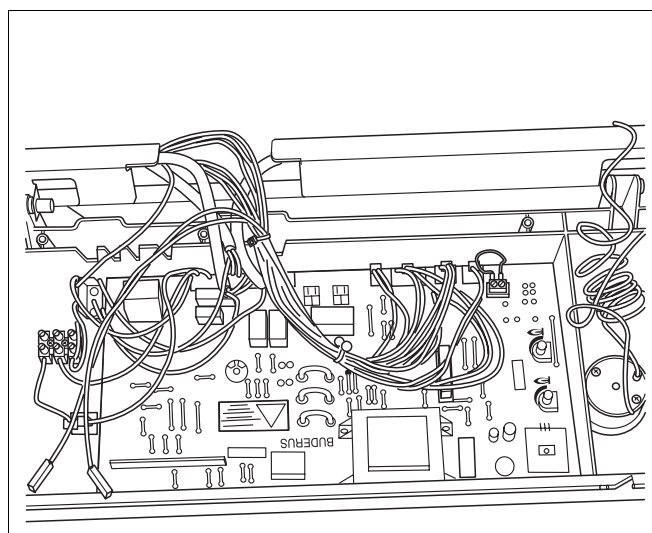

Fig. 14 Verificarea conexiunilor cablurilor în panoul de comandă
- Se verifică fixarea sigură a tuturor conexiunilor cablurilor și, dacă este necesar, se fixează bine (Fig. 14).